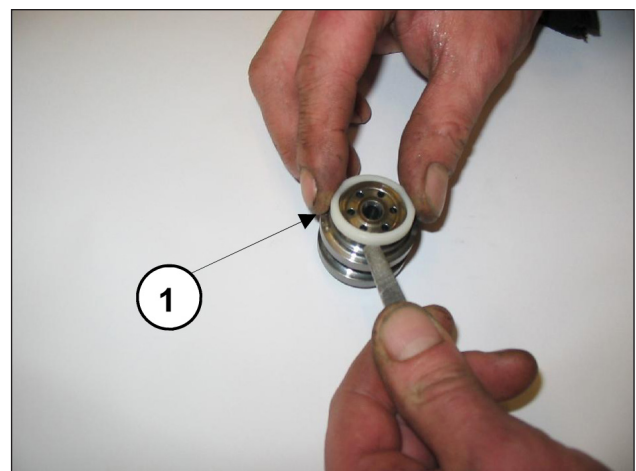

Abb. 43
- Entnehmen Sie die Ventilsitze ① wie in Abb. 43 dargestellt, überprüfen Sie den Verschleißzustand der einzelnen Bauteile und tauschen Sie diese bei Bedarf aus.